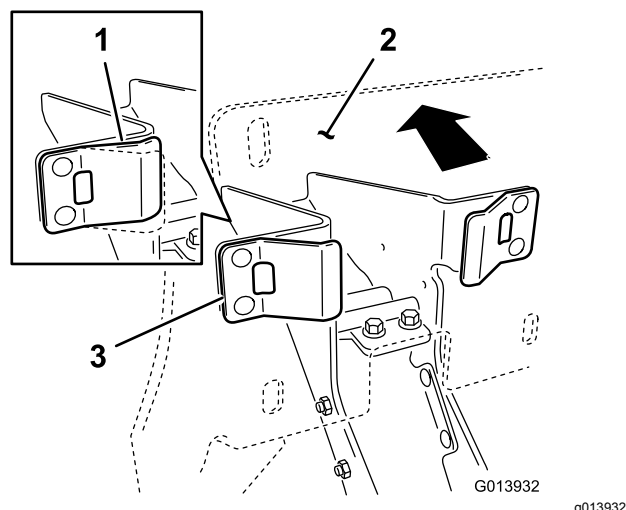

Figura 19
4. Accertandovi che i dispositivi di arresto in plastica siano a contatto con le linguette della molla, esercitate una pressione sul gruppo contropiastra della base sufficiente a comprimere le linguette delle molla a metà corsa (Figura 19).